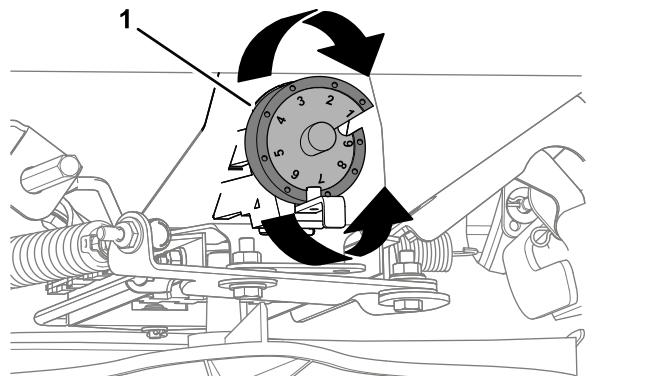

Figure 25
5. Tournez la came de dosage (Figure 25) à la position de réglage déterminée à l'opération 4.